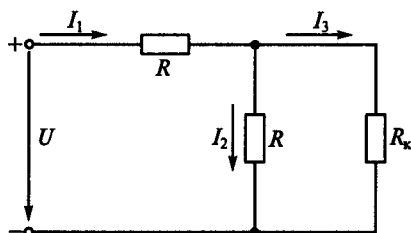

Рис. 30
**1.44.Р.** Изменяются ли на рис. 30 токи  $I_1$ ,  $I_2$  и  $I_3$  при нагревании катушки из медного провода, имеющей сопротивление  $R_k$ ?